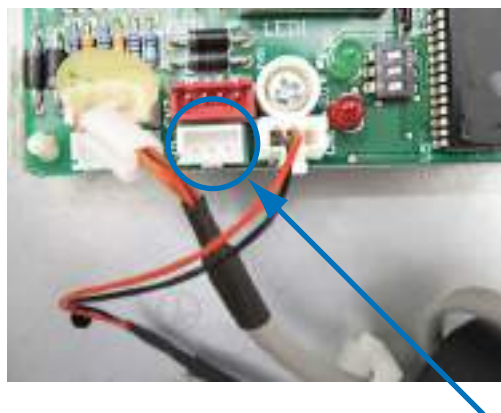

Рис. 3.19
3.4.3.1 Групповой пульт управления ZJA011 подключается к разъему J5 (рис. 3.19) на плате коммутации наружного блока, либо на основной плате последнего (в цепи управления) внутреннего блока к разъему CN17(CN18) при помощи 2-х жильной витой пары 2x0,5 мм.
3.5.8.4 Кабель управления от пульта SE50-24/E подключается к разъему J5, см. рис. 3.19, на плате наружного блока, либо к разъему CN17 (CN18) на плате внутреннего блока, расположенного последним в цепи управления.